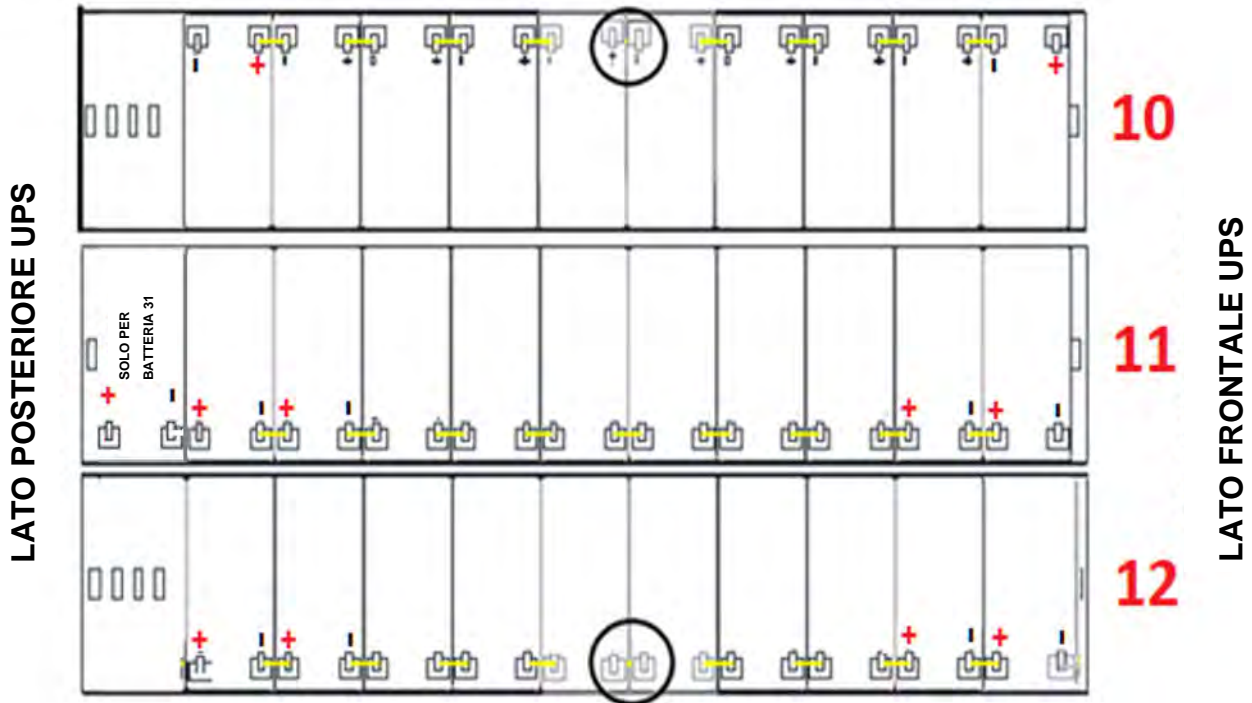

Figura 18 - Vista dall'alto Piano N°4
11) Sul piano n°4 inserire i cassettei n°10-11-12 rispettando la posizione come dimostrato in figura 18.